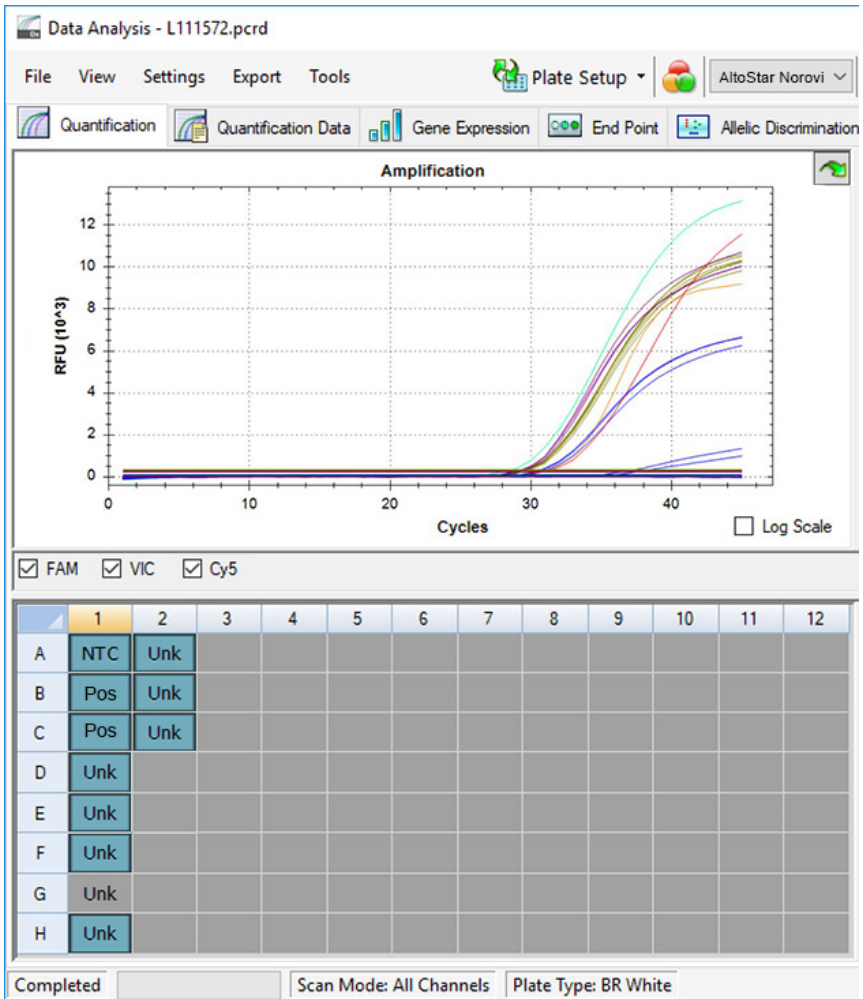

Abb. 8: Fenster Data Analysis (Datenanalyse): ausgeschlossenes Well
- Das ausgewählte Well wird von der Analyse ausgeschlossen. Für dieses Well werden keine Ergebnisse generiert (siehe Abbildung 8).